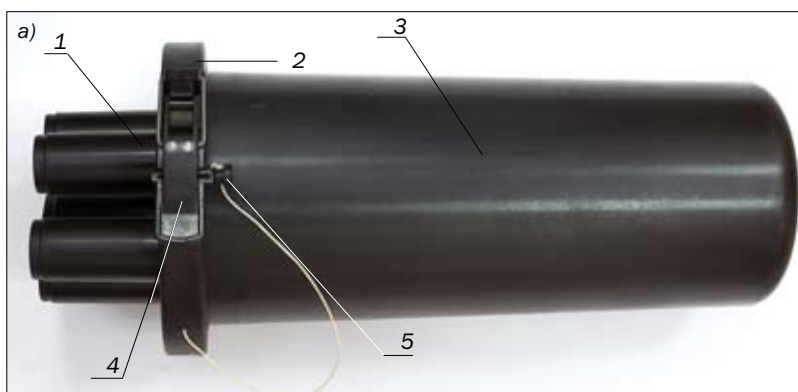
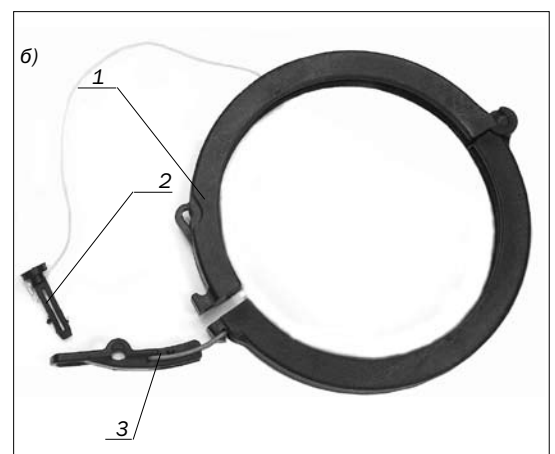

Рис. 2.1. Муфта в сборе:
Рис. 2.2. Детали для герметизации корпуса муфты:
2.3. Для укладки запаса оптических волокон и фиксации защитных гильз КДЗС используются две кассеты КУ-М-01 на 24 оптических волокна каждая. На *рис. 2.1.* показана конструкция муфты МТОК 96/48 в сборе, а на *рис. 2.2.* и *2.3.* – в деталях.
2.5. В состав базового комплекта муфты входит одна кассета типа КУ-М. Кроме деталей, показанных на рис. 2.1.-2.3., в состав базового комплекта входят: комплект крепёжных стяжек и липких маркеров; пакет с силикагелем; тубик с вазелином и этикетка.